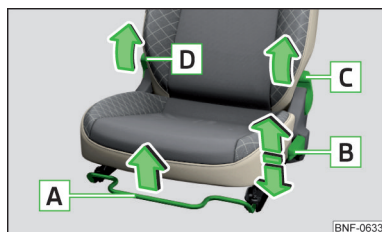

Fig. 52
- Træk i armen **D** » Fig. 52, og klap ryglænet frem.